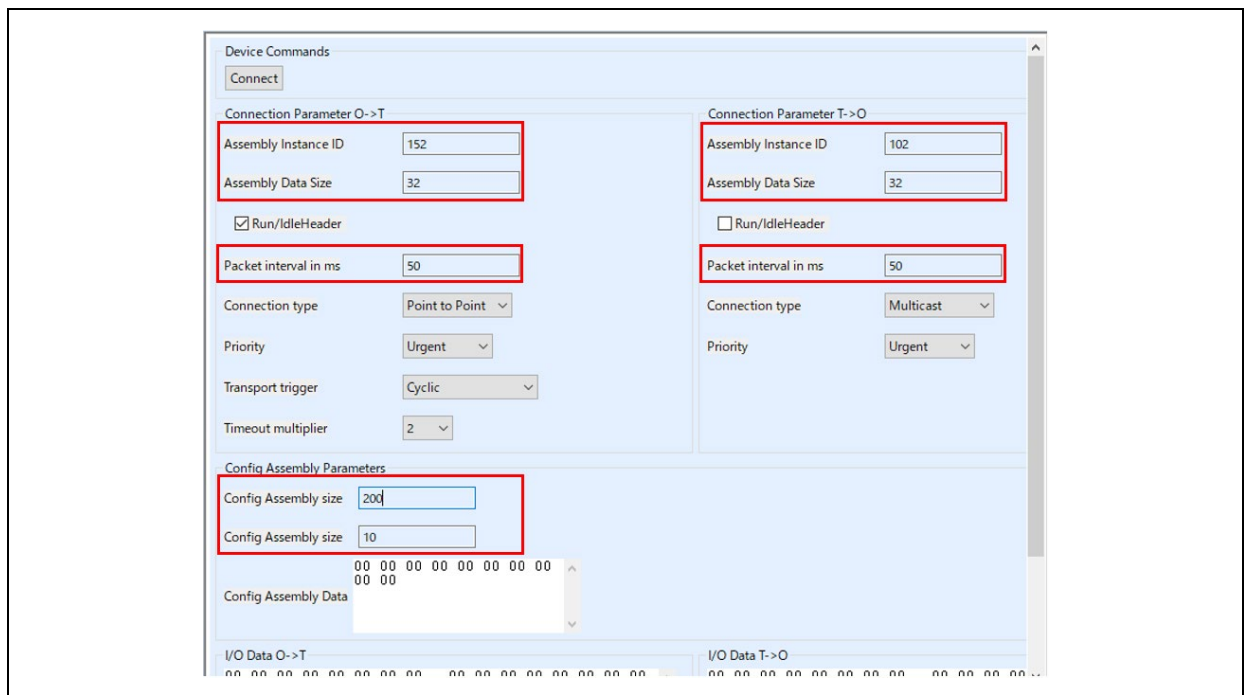

図 3-53 Mirror(rpc)アプリケーションパラメータ設定
表 3-5 および 表 3-6 を参照し、ミラー制御用の接続パラメータを設定します。図 3-53 では Mirror Data Reception_1(152)、Mirror Data- Transmission_1(102) の通信設定例を示します。